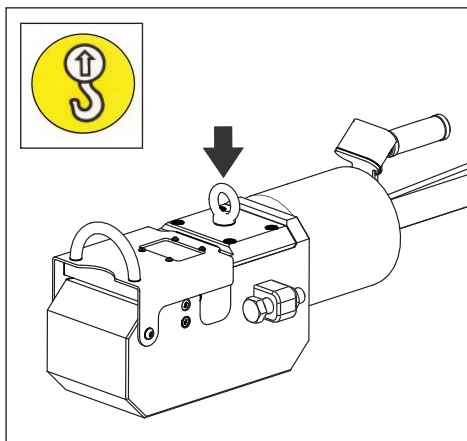

図7:カッターの吊り上げ位置
- カッターの移動や輸送が必要な場合は、必ず付属のリフティングアイボルトを使用してください。図7を参照してください。適切な定格の昇降装置を使用してください。